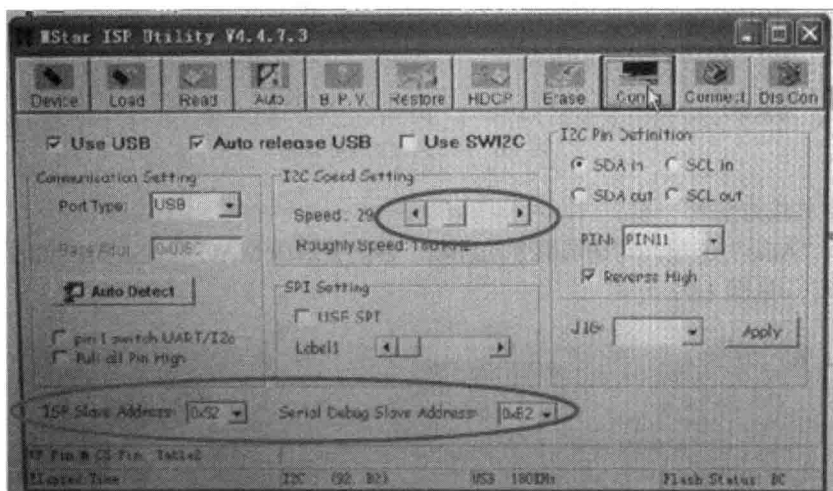

图 1.4 电脑升级的选项框图
(2) 电脑升级要点
① 双击“Config”选项, 设置合适的波特率和 ISP 正确配置地址, 见图 1.4。在图中用圆圈圈住的选项, “Speed”需调到 29, 否则升级到一半时会提示错误, 无法升级成功 (MS58 升级时没强调需更改此项, 为默认值)。